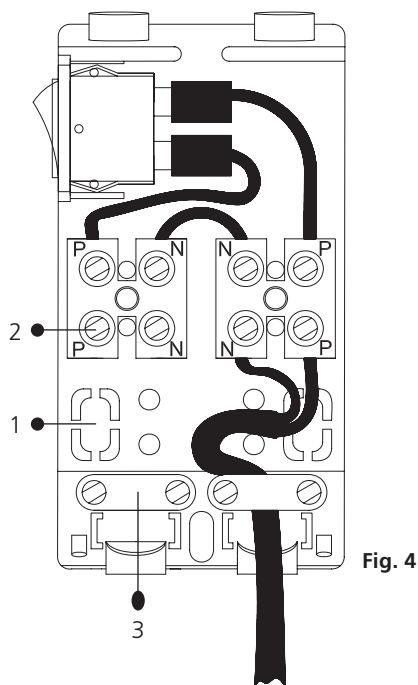

Fig. 4
2. Allacciamento elettrico con cavo di alimentazione: fissare il cavo di alimentazione al morsetto (2) e bloccare il cavo di alimentazione mediante la staffa per cavi (3) (vedi fig. 4).
Allacciamento elettrico con attacco a incasso: aprire la base nel punto prestabilito (1) e collegare i fili di collegamento (230/240 V) al morsetto (2) (vedi fig. 4).